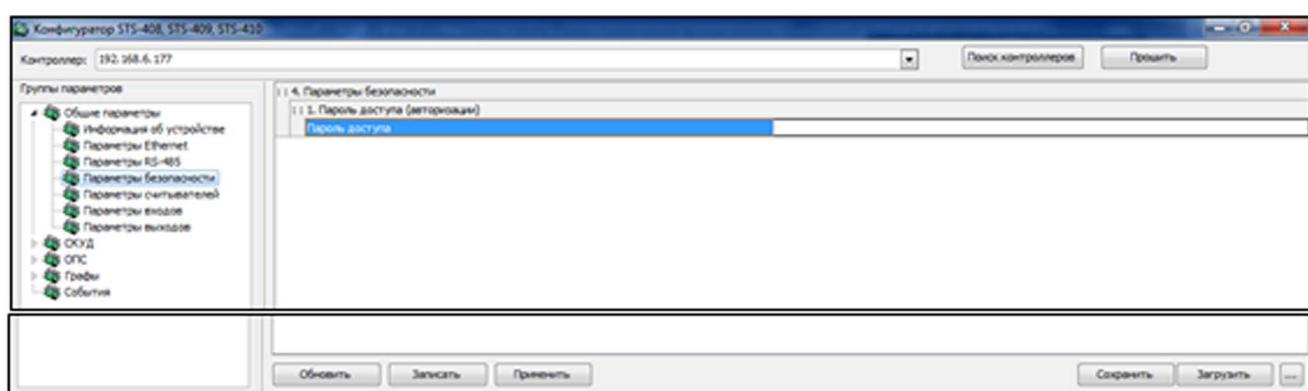

Рисунок 24
*В данном пункте пользователю представлена возможность установить пароль для конфигурирования и прошивки контроллера (рисунок 24).*